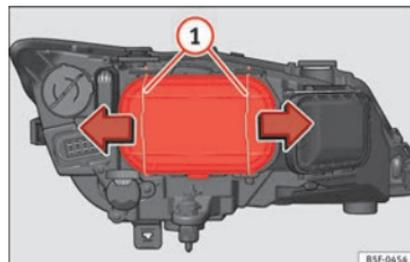

Fig. 102 Feux de croisement.
- Déplacez les tirants » fig. 102 ① dans le sens de la flèche puis retirez le cache. »